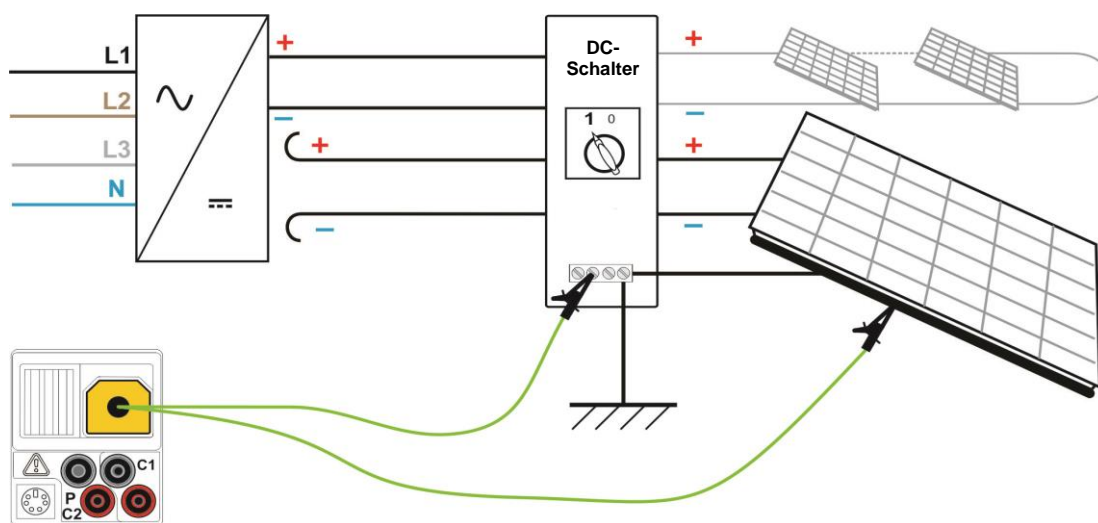

Abbildung 5.6: Anschluss für die RLOW Ω-Prüfung
- **Schließen Sie** die Prüfleitungen an die entsprechenden PE-Anschlüsse (siehe Abbildung 5.6).